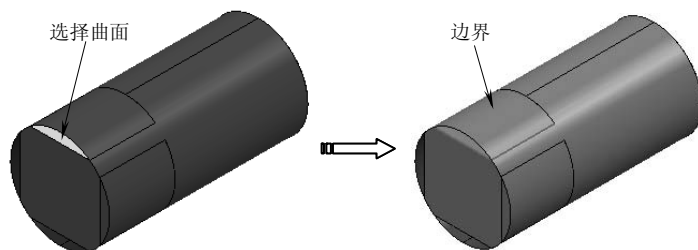

图 4-89 创建的边界
2) 选择图 4-89 所示的曲面，然后单击“插入模型”按钮，单击“用户定义边界”对话框中的“接受”按钮即可完成边界创建，如图 4-89 所示。